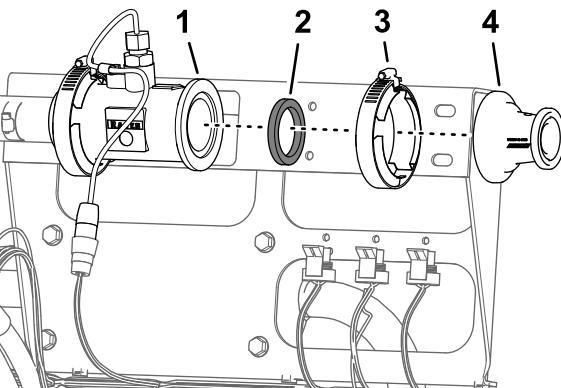

Figure 71
6. Retirez le collier bride (51 mm), assorti du joint (38 mm), qui fixe bride de l'adaptateur à la bride du débitmètre (Figure 71).